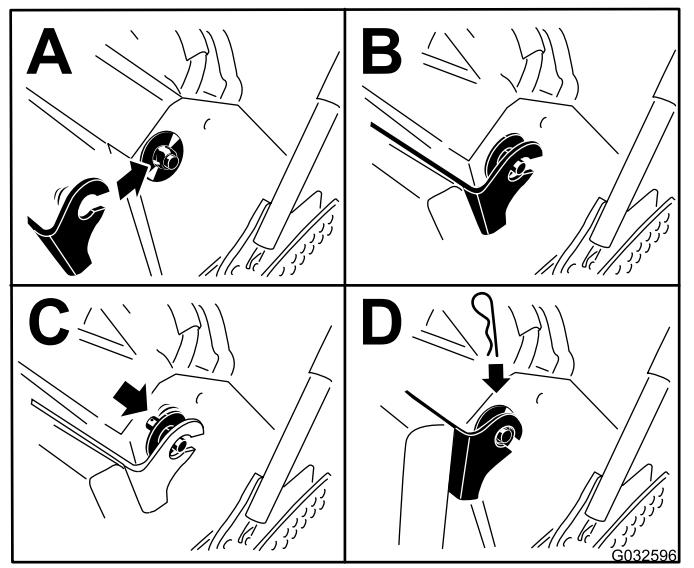

Figura 34
6. Levante el cojín y deslícelo sobre los pasadores en cada lado de la máquina (Figura 34).
7. Introduzca las arandelas grandes con casquillos de plástico en los soportes del cojín y sujetelos con chavetas (Figura 34).